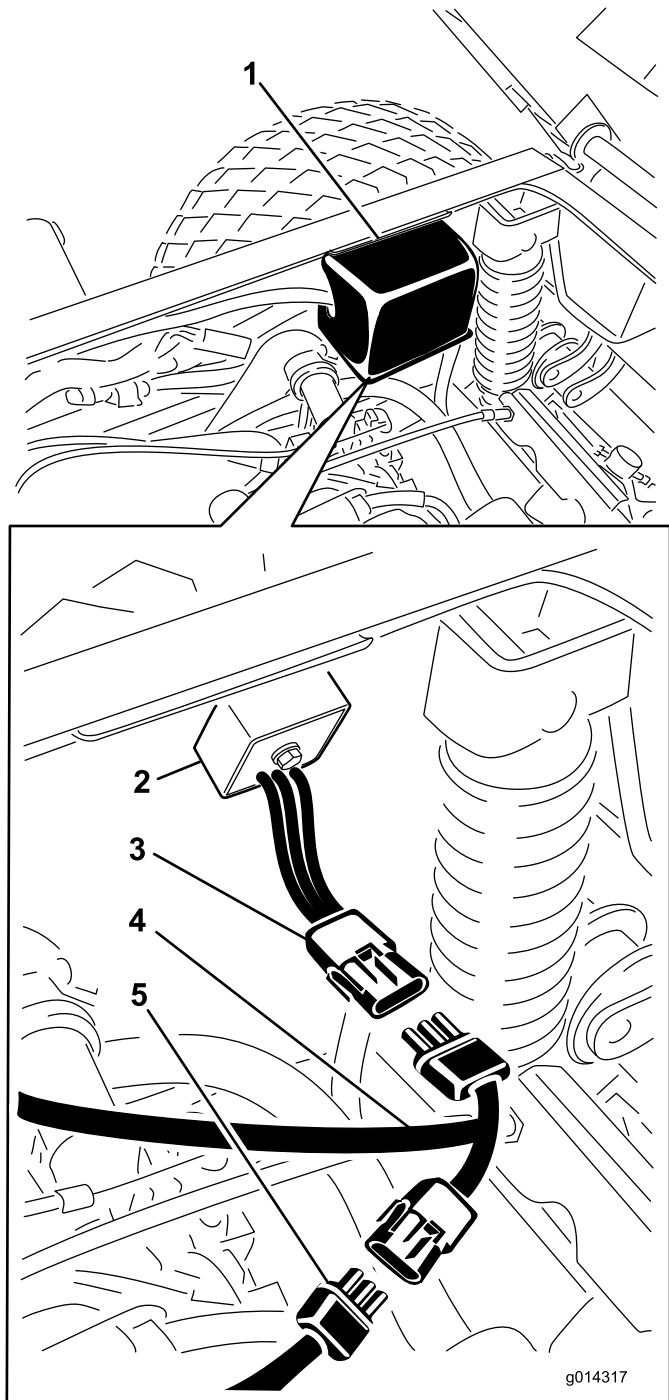

Figura 4
2. Remova a cobertura elétrica localizada junto do lado direito da estrutura para obter acesso ao regulador e cablagem (Figura 4).
3. Desligue o regulador da cablagem do veículo e ligue-o à cablagem do arranque por chave traseira (Figura 4).
4. Ligue cablagem do arranque por chave traseira à cablagem do veículo (Figura 4).